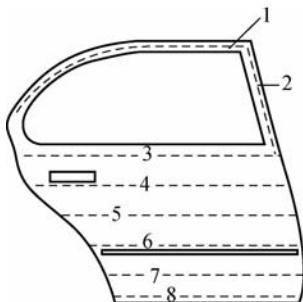

图 8-74 车门的喷涂顺序
(1) 车门。首先喷涂车门的顶部, 然后下移直到车门的底部。如果只喷涂一个车门, 首先应喷涂车门边缘; 喷涂车门把手时应该特别小心, 因为某点的涂料太多将会导致垂挂。车门的喷涂顺序如图8-74所示。